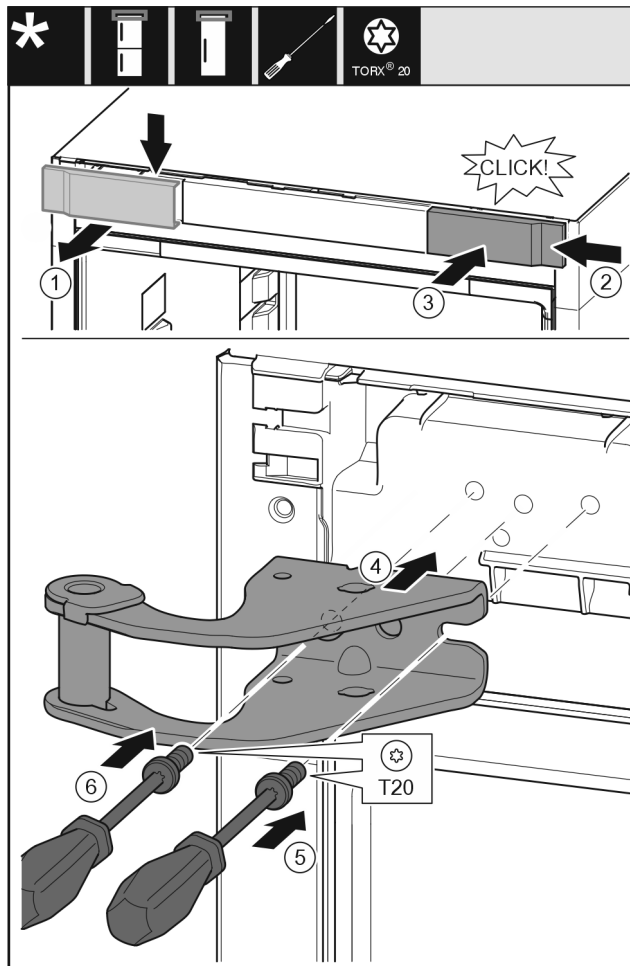

Fig. 14
- ▶ Nuimkite dengiamąją plokštelę Fig. 14 (1) nuo viršaus į priekį.
- ▶ Pasukę 180°, užkabinkite dengiamąją plokštelę Fig. 14 (2) kitoje pusėje, iš dešinės pusės.
- ▶ Užfiksuokite dengiamąją plokštelę Fig. 14 (3).
- ▶ Uždėkite viršutinę atraminę gembę Fig. 14 (4).
- ▶ Įkiškite varžtą Fig. 14 (5) atsuktuvu ir tvirtai prisukite.
- ▶ Įkiškite varžtą Fig. 14 (6) atsuktuvu ir tvirtai prisukite.